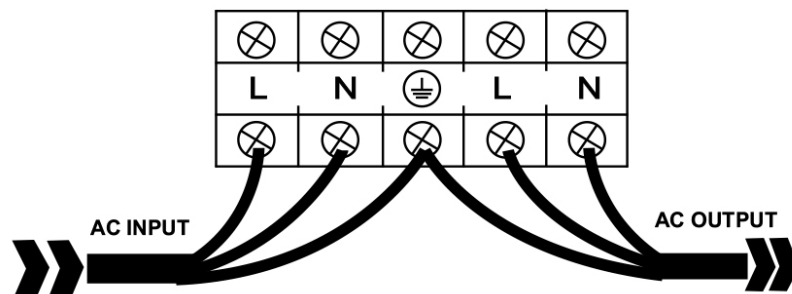

Figura 8 - Morsettiera d'Ingresso/Uscita (solo modelli Monofase con potenza 3.5 KVA e superiore)
- 2.1. Togliere il pannello metallico di accesso alla morsettiera d'Ingresso/Uscita. La morsettiera d'Ingresso/Uscita è illustrata in figura 8. Tutti i cavi che verranno collegati alla morsettiera devono arrivare alla morsettiera entrando dagli appositi fori sul pannello metallico.
- 2.2. Procedere al collegamento della linea d'Ingresso **AC INPUT (FASE, NEUTRO e TERRA)**, facendo attenzione alla corretta polarità e alla corrispondenza con la figura 8, come spiegato sotto: